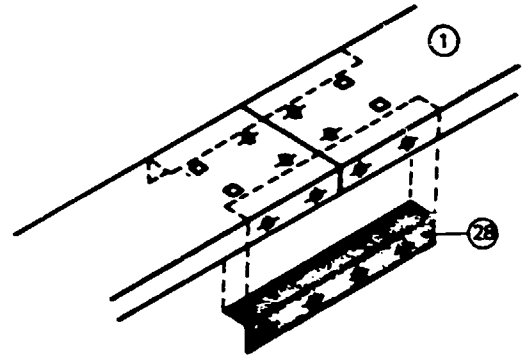
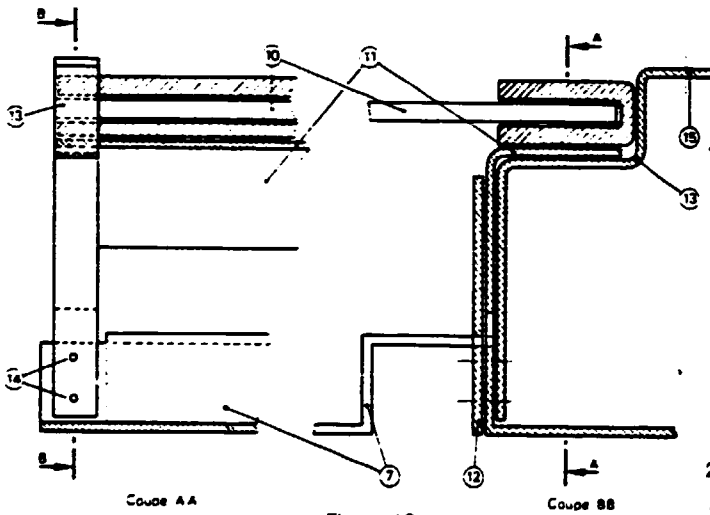

Figure 11
Figure 12
— Sur ses côtés latéraux, la vitre repose (voir figure 12) sur une cornière en acier galvanisé (11), elle-même fixée sur la « pièce de bout » par pincement entre deux languettes (e = 15/10) (12) (13) serrées par deux rivets (14). Des languettes provisoires (non représentées sur le schéma) fixées en (15) assurent le maintien de la vitre durant le transport.
- un élément porteur en forme de U renversé (1) de longueur maximale correspondant à six lignes. Cet élément comporte deux rangées de perforations en forme de carre destinées à accueillir les écrous cages assurant la fixation de chaque module sur le U;
- éventuellement, d'éclisses permettant la jonction de plusieurs de ces éléments (voir fig. 11);
- des obturateurs capots (25);
- une plaque d'extrémité (20);
- des capots d'extrémité (26) en nombre égal au nombre de lignes qui se vissent sur deux clips (27) et sur deux autres clips placés sur le capteur (référence (15) fig. 12);
2.813. Montage de 7 lignes et plus (voir fig. 11)